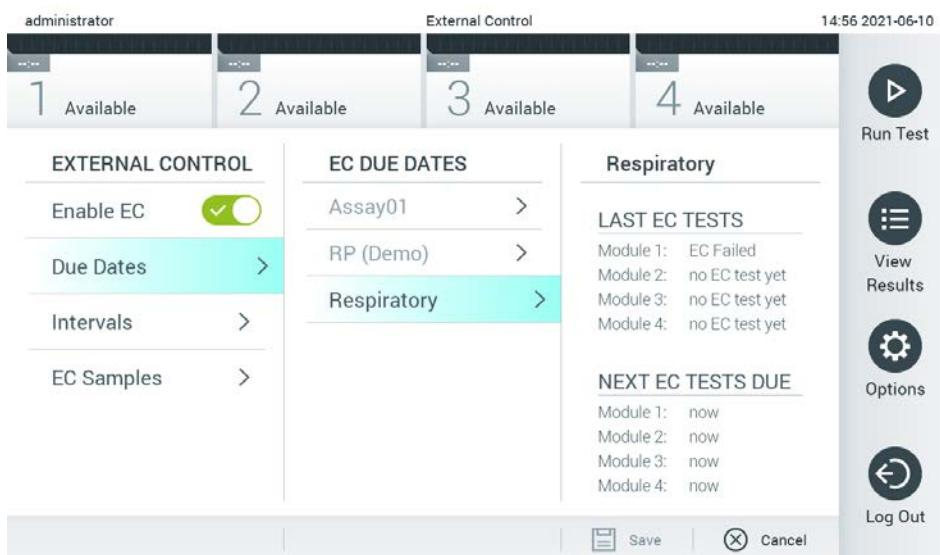

Рис. 51. Экран External Control Due Dates (Запланированные даты внешнего контроля).
- Выберите **Due Dates** (Запланированные даты) и тест-систему из списка, чтобы увидеть, когда для тест-системы и аналитического модуля был выполнен последний внешний контроль и когда должен быть выполнен следующий анализ внешнего контроля (рис. 51).